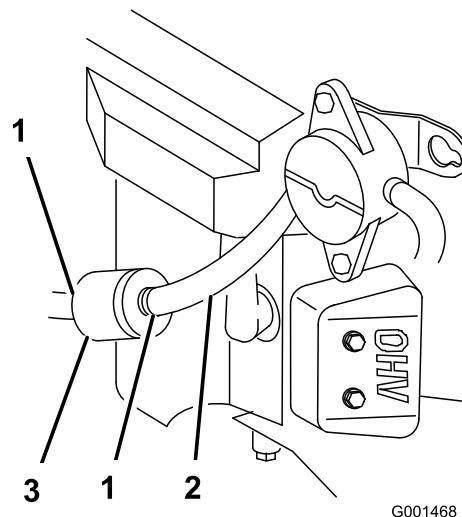

Figura 38
4. Aperte as pontas dos grampos da tubagem e afaste-as do filtro (Figura 38).